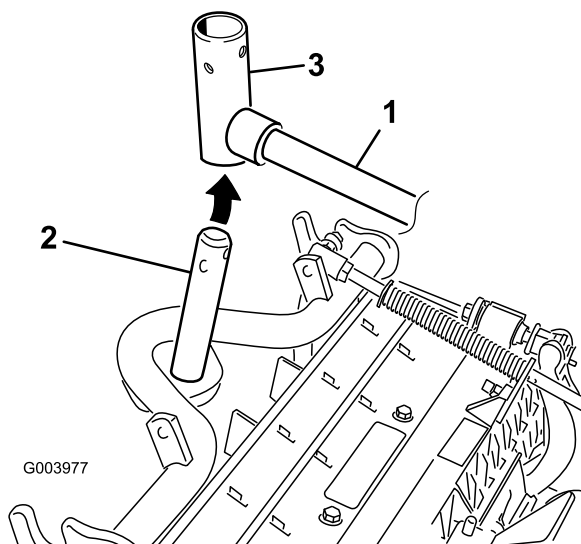

図 10
8. フロントに取り付けるカuttingユニットは、昇降アームの下に入れるときにキャリアフレームのシャフトを昇降アームのピボットヨークに挿入する 図 10。
- B. 昇降アームのヨークをキャリアフレームのシャフトに通す 図 10。